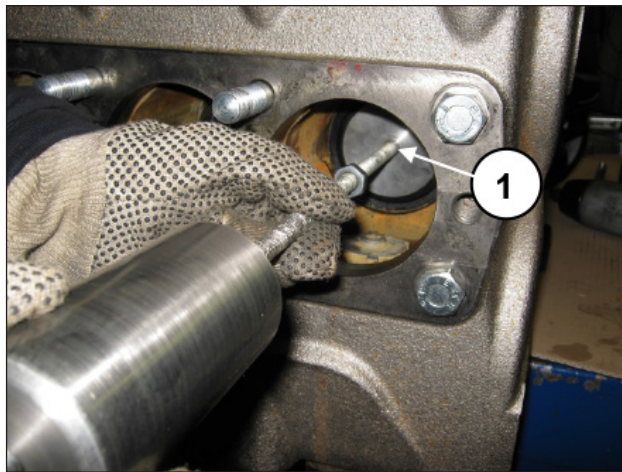

图 127
如有需要, 可利用M10孔, 使用锤式提取器来抽出密封圈固定衬套(位置①, 图 127)。